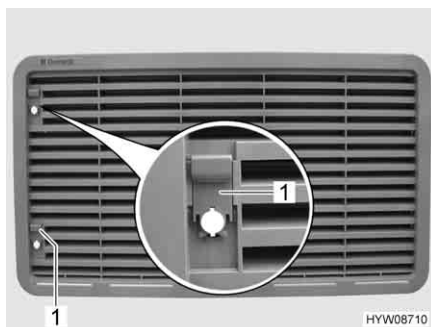
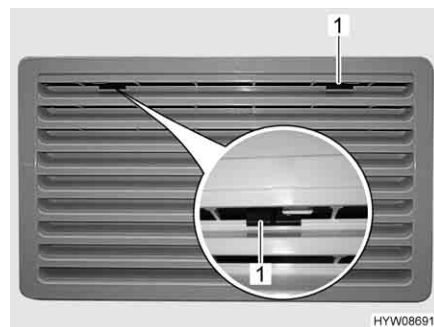

Fig. 121 Griglia di aerazione del frigorifero
Fig. 122 Griglia di aerazione del frigorifero (alternativa)
- A seconda dal modello, fare scorrere il cursore (Fig. 121,1) verso l'alto oppure l'arresto (Fig. 122,1) verso il centro.